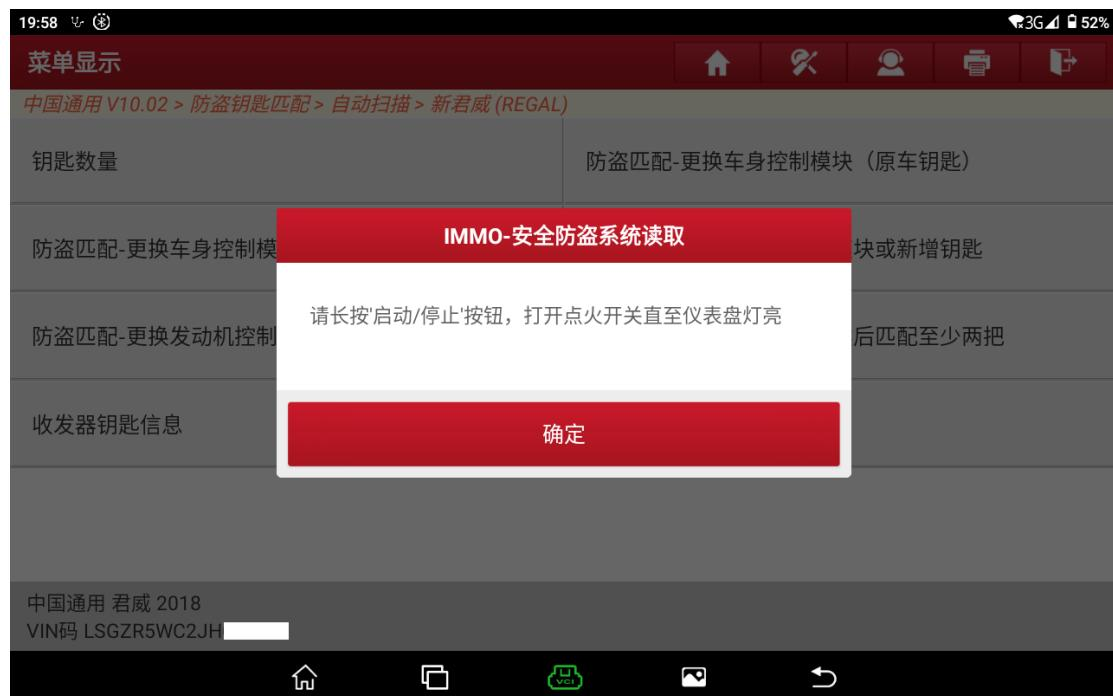

图 29
29. 请长按启动/停止按钮，打开点火开关直至仪表盘灯亮，如图 29。